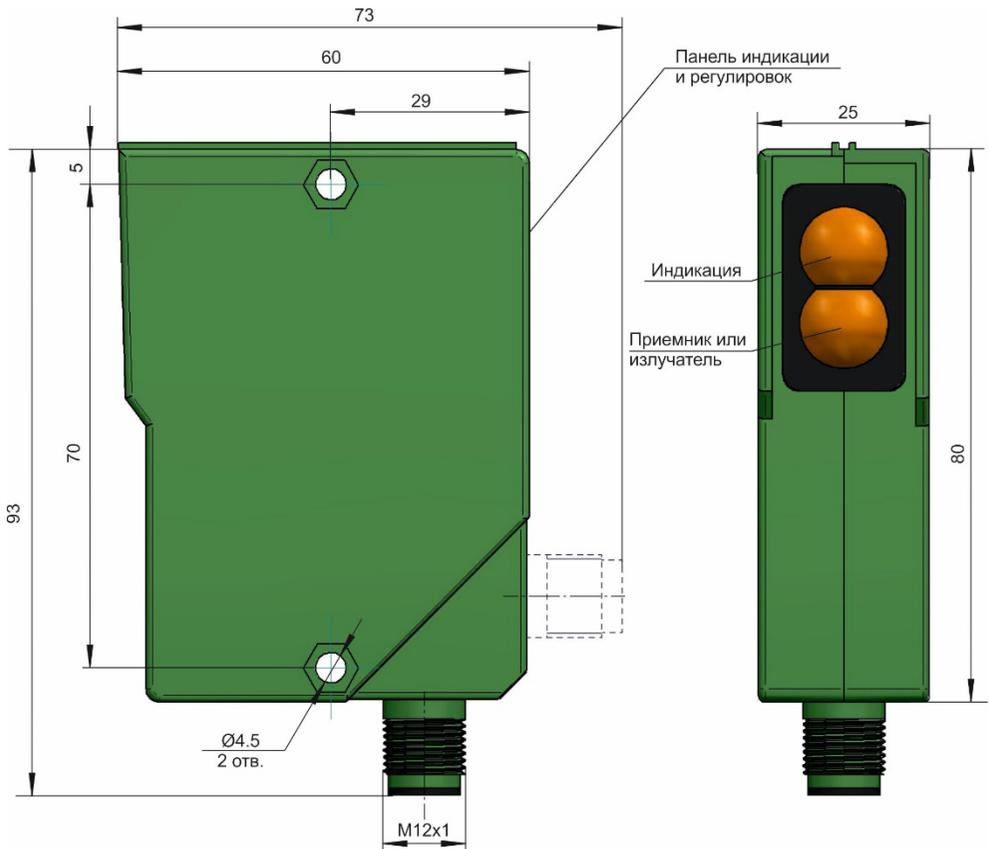

Рисунок 1 - Внешний вид и габаритные размеры
3.4 Выключатели имеют светодиодную индикацию срабатывания (Рис.1). При срабатывании выключателя (при появлении объекта в зоне чувствительности) индикатор срабатывания светится, нормально разомкнутый контакт реле замкнут.